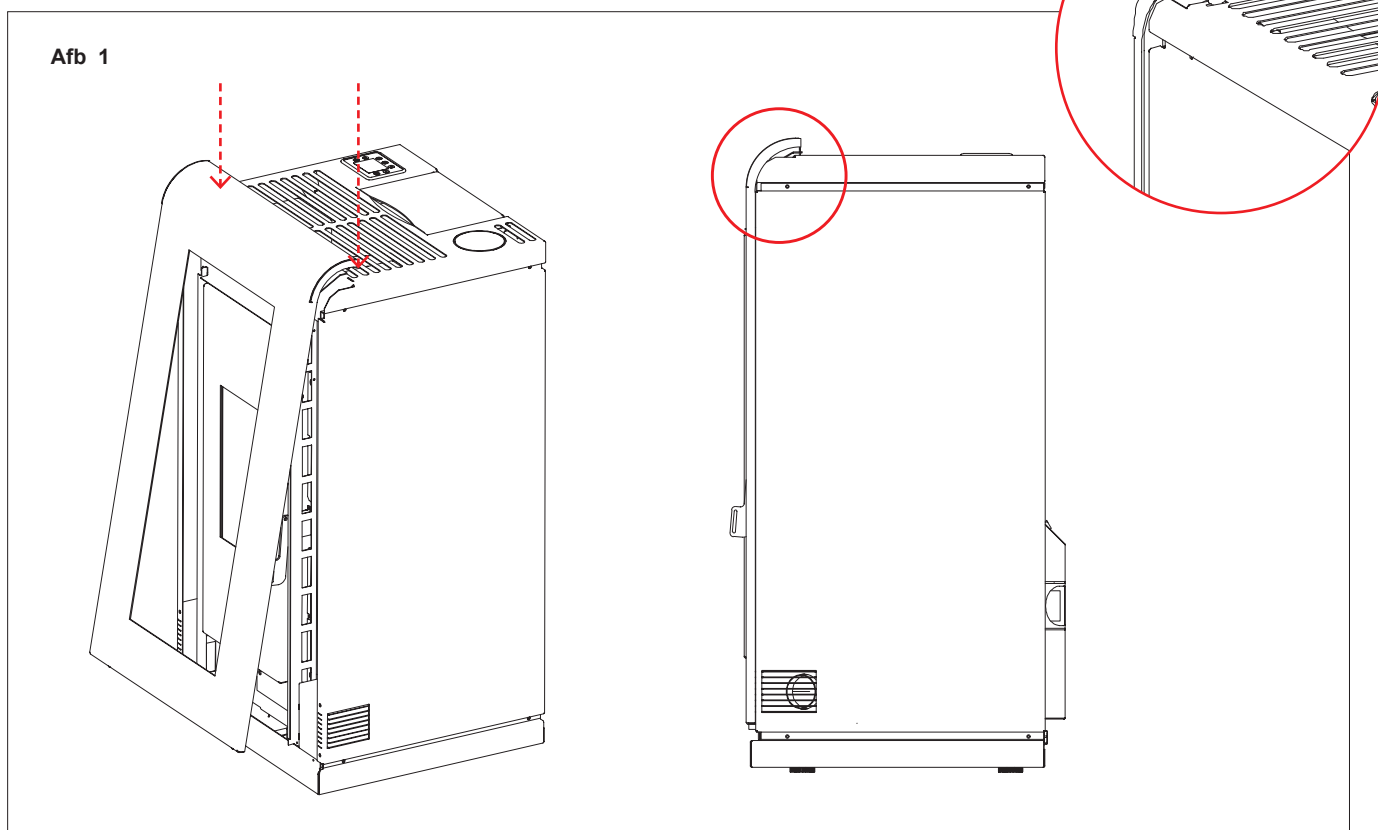

Afb. 4
Le nettoyage doit être effectué à l'aide d'un chiffon humide ou avec du papier humidifié et passé dans les cendres (fig. 4).
- Retirer les vis et retirer les panneaux latéraux (Fig 4)